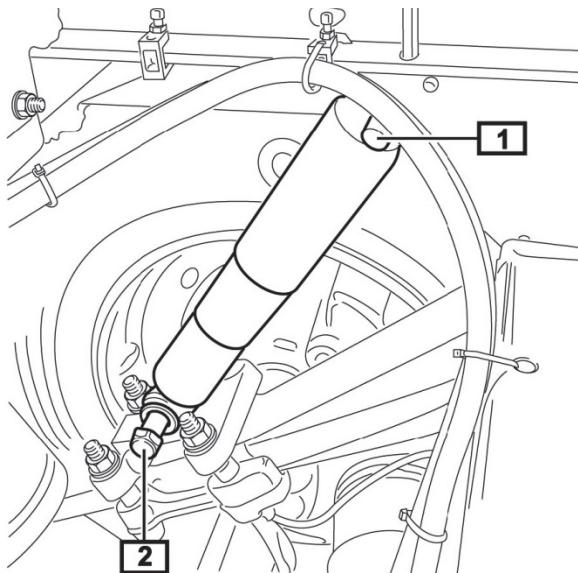

Fig. 1:
- Fig. 1 Schraube der oberen Stoßdämpferbefestigung (1) lösen und entfernen.
- Schraube der unteren Stoßdämpferbefestigung (2) lösen und entfernen.
- Fig. 1 Loosen and remove screw on upper shock absorber attachment (1).
- Loosen and remove screw on lower shock absorber attachment (2).
- Fig. 1 Desserrer et enlever la vis de la fixation supérieure de l'amortisseur (1).
- Desserrer et enlever la vis de la fixation inférieure de l'amortisseur (2).
- Fig. 1 Soltar y retirar el tornillo de la sujeción superior del amortiguador (1).
- Soltar y retirar el tornillo de la sujeción inferior del amortiguador (2).